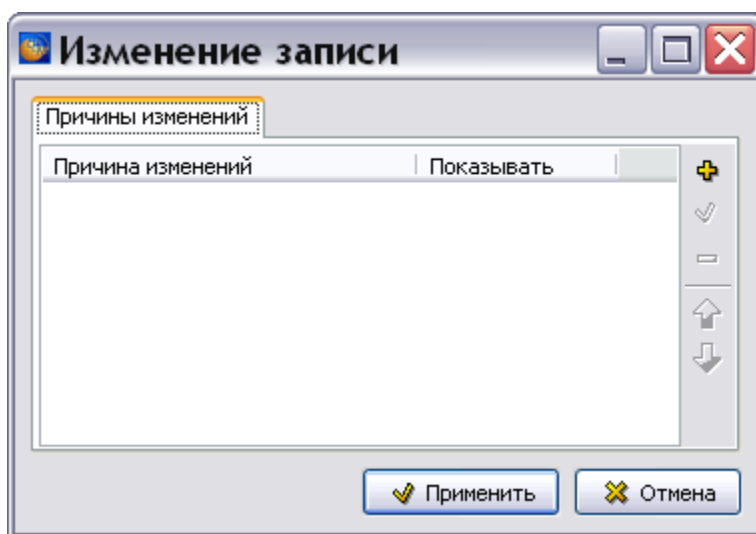

Рис. 20.22
4. В столбце «Различия» выделите текст и щелкните по нему 2 раза левой кнопкой мыши. После этого появится окно **Изменение записи** (Рис. 20.22).